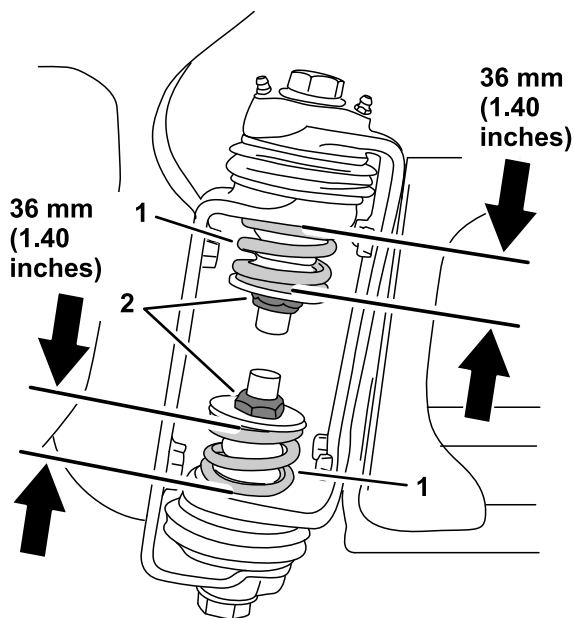

Figura 6
- La nivelul elementului de articulaie al braului, măsurați compresia arcurilor superioare i inferioare în timp ce braele sunt în poziția extinsă (Figura 6).